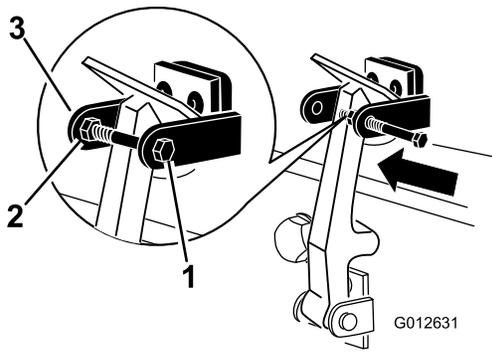

Figure 6
7. Vissez le boulon dans l'autre bras du support de verrou pour bloquer le verrou en position (Figure 6). Serrez le boulon mais pas l'écrou.